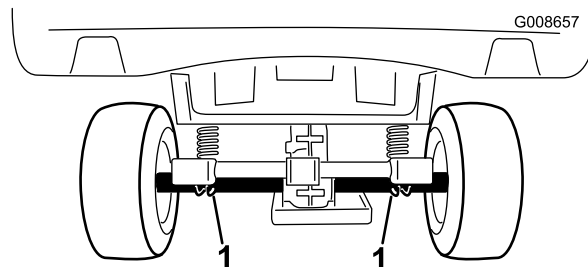

図 24
- ・ 車体後部のジャッキアップポイントはアクスルチューブの下側です [図 24]。